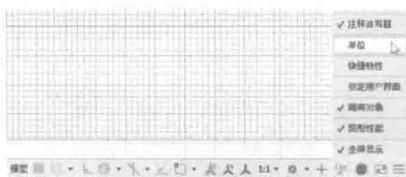
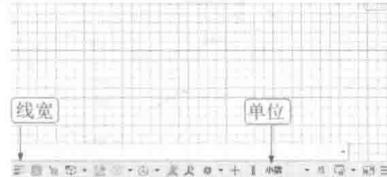

图 1-9 自定义状态栏工具按钮
图 1-10 显示其他按钮
- 自定义：单击该按钮，可以弹出用于设置状态栏工具按钮的菜单。其中，带勾标记的选项表示该工具按钮已经在状态栏中打开，如图 1-9 所示。选择菜单中未选中的选项，可以将对应的工具按钮在状态栏中打开，如图 1-10 所示的“线宽”和“单位”按钮。